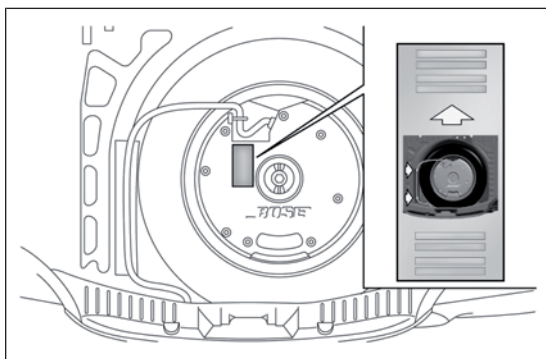

РИС. 126
- установите ящик (стрелка вперед) в исходное положение и поставьте на него сабвуфер в соответствии с указаниями на ящике (РИС. 126), чтобы положение надписи "BOSE" позволяло ее правильно читать;